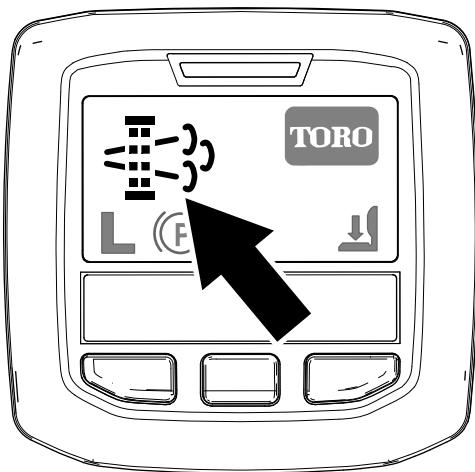

図 44
- ・ インフォセンターに、駐車再生要求アイコンが表示されます 図 44。